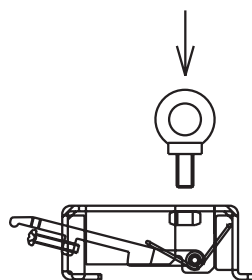

Abbildung 10
1. Verbinden Sie die Ringöse (d) mit dem Montagebügel (b). (siehe **Abb. 10**)